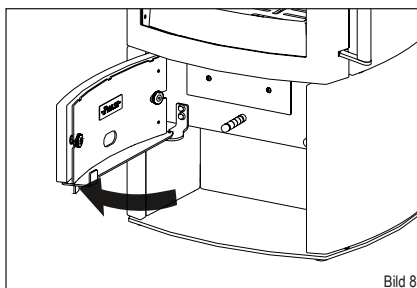

Bild 8
- ▶ Öffnen Sie die Bedienungstür (Bild 8).